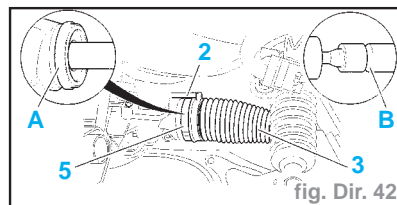

fig. Dir. 42
- Reposer un soufflet neuf (3) (fig. Dir. 42).